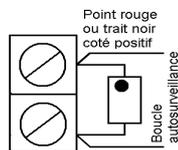

FIGURE 20
- ✓ Sur boucle autoprotection (figure 20)